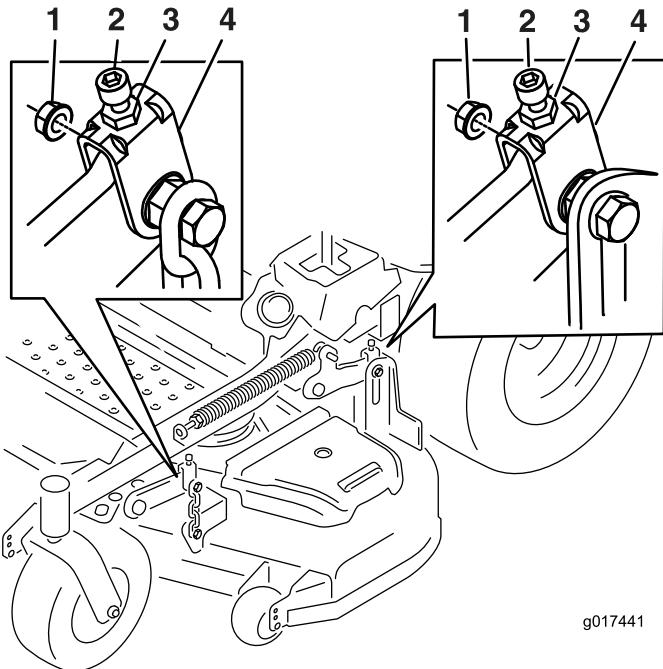

**Bild 69**
5. Drücken Sie das Mähwerkhubpedal ganz nach vorne; das Mähwerk rastet in der 14-cm-Transportstellung ein (Bild 69).